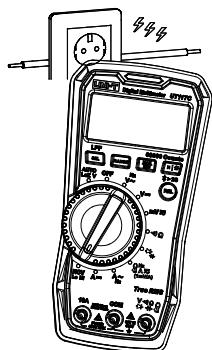

Figure 10
9. Mesure du courant AC/DC (Figure 10)